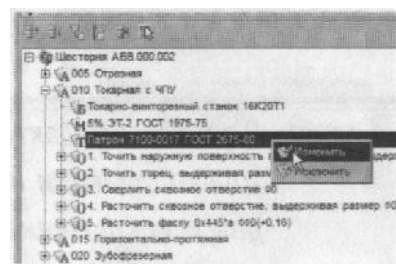

Рисунок 126
18. Установите курсор в дереве ЕТП на наименовании приспособления *Патрон 7100-0017 ГОСТ 2675-80* в операции *010 Токарная с ЧПУ*. Из контекстного меню выберите **Изменить** (рис. 126).